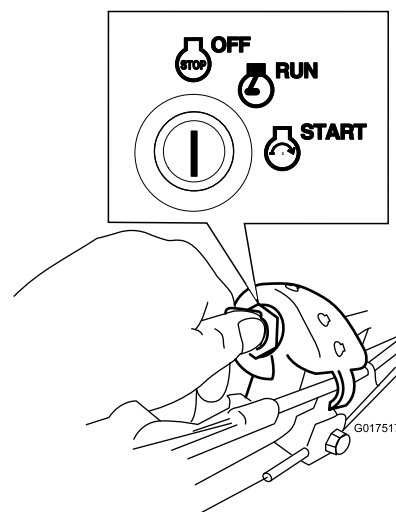

Figure 20
1. Tournez la clé de contact à la position ARRÊT (Figure 20).